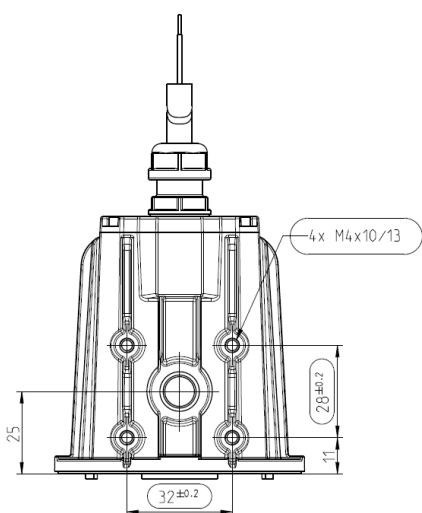

Fig. 3
- Für die richtige Funktion des Leckage-Sensors Pumpe gemäss Fig. 3 vertikal oder horizontal stehend installieren.
- Befestigungsblech ID 177712 mit M4 Schraube am Motorenfuss (1)